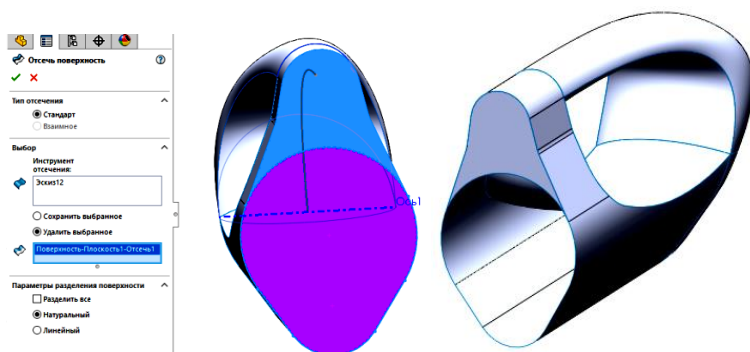

Рис.30. Операція Відсікти поверхню
15. Відсікаємо частину плоскої поверхні за попереднім ескізом (Рис.30).